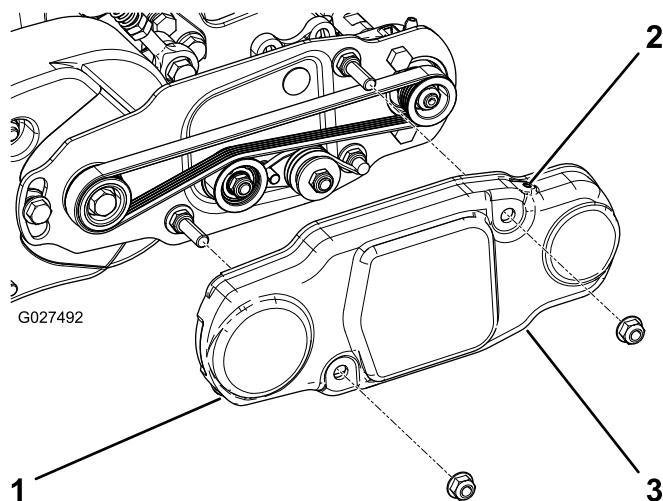

Bild 16
2. Schieben Sie die Riemenabdeckung auf die Befestigungsschrauben und befestigen Sie die Abdeckung mit zwei Bundmuttern (Bild 16).